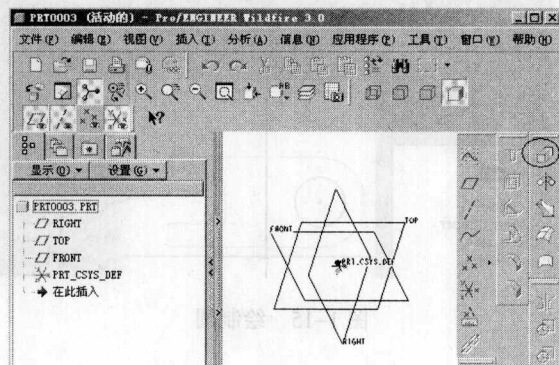

图 1-10 选择拉伸工具
- (1) 在基础特征工具栏单击拉伸工具按钮,如图 1-10 所示。